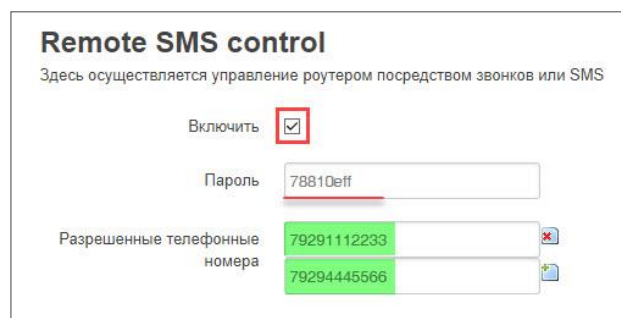

Рис. 44. Настройки опции управления роутером по SMS.
- **Разрешённые номера** — список номеров, с которых разрешено отправлять SMS на роутер (Рис. 44).